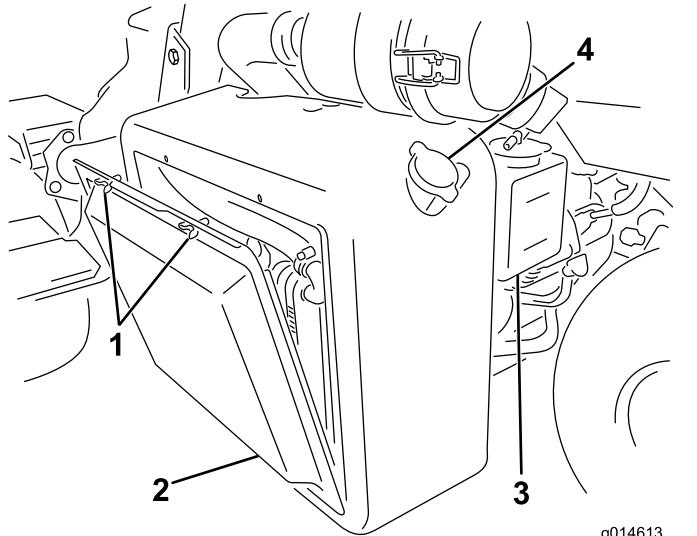
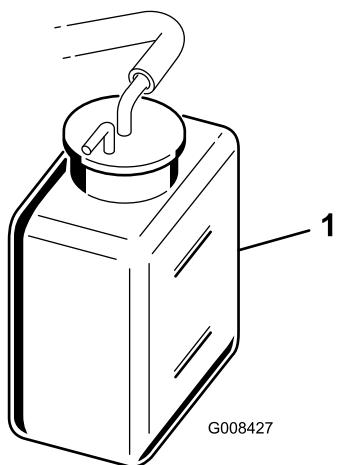

Figura 37
Figura 38
1. Retire o painel do radiador (Figura 37).
2. Verifique o nível do líquido de arrefecimento do motor (Figura 37 e Figura 38).